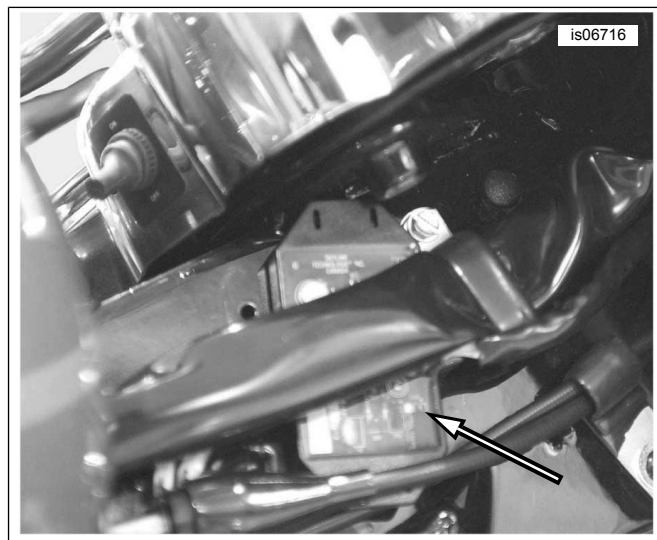

Figura 10. Montagem do Transmissor perto do tubo do garfo (FLHR de 2013 e anteriores)
FLHR Touring/ FLRT Trike (todos)	Lado direito do quadro, perto do tubo do garfo, no interior da ótica, com almofada de espuma (antes disso, retire o farol dianteiro) (Ver a Figura 10.).
3. Ver Figura 10 . Monte o transmissor no lado direito do quadro, perto do tubo do garfo.